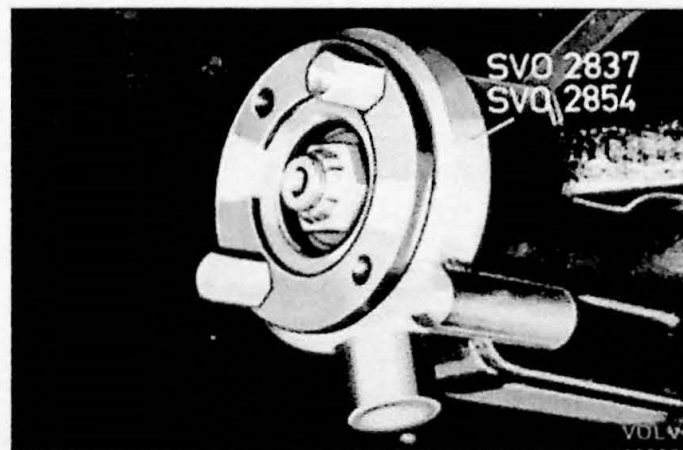
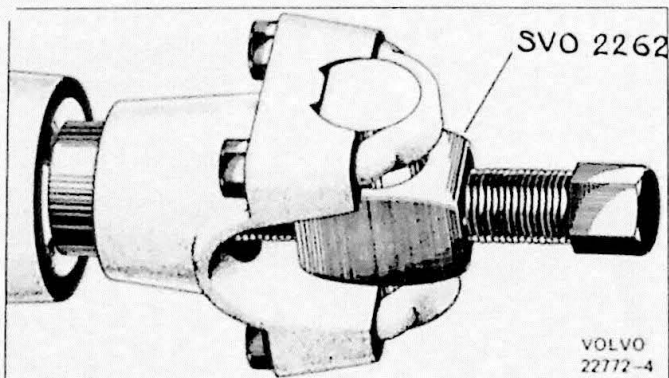
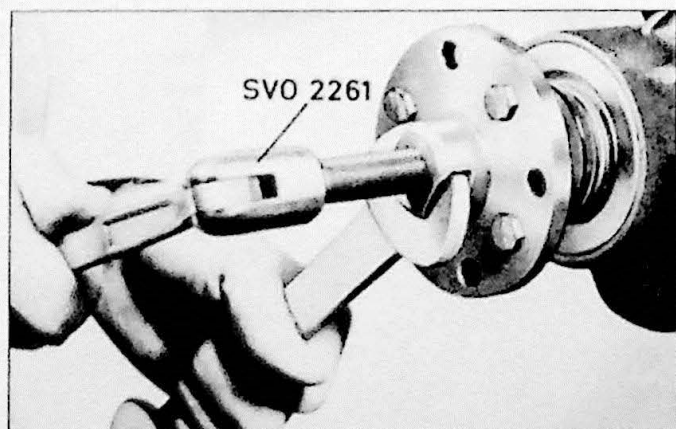
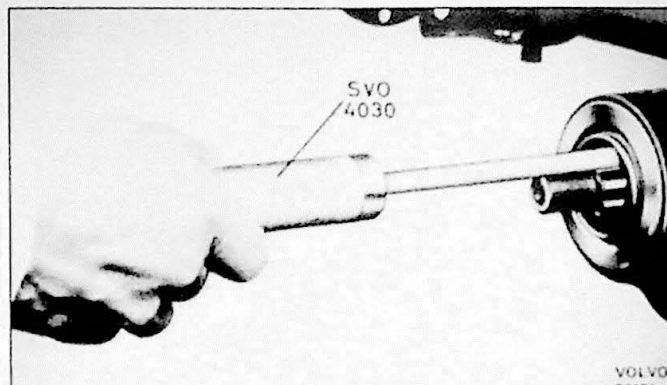

Fig. 9.2. Tegenhouden van de flens
Fig. 9.3. Demontage van de flens
Fig. 9.4. Demontage van de flens
Fig. 9.5. Demontage van de afsluiring
2. Verwijder de moer van de flens, sleutel SVO 2409 kan gebruikt worden als weerstand voor de U-flens. Voor ronde flenzen wordt gebruik gemaakt van SVO 2837 voor de 140 met B20E motor, 164 en de 1800E. SVO 2854 voor alle andere modellen (Fig. 9.2). Verwijder de flens. Gebruik trekker SVO 2262 voor de U-flens (Fig. 9.3) en SVO 2261 voor de ronde flens (Fig. 9.4). Neem de oude keerringen weg met SVO 4030 (Fig. 9.5).